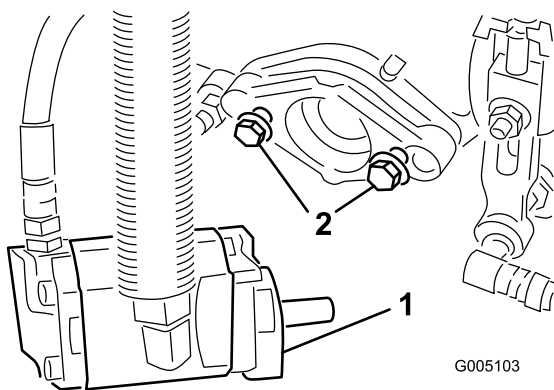

Figure 10
6. Veillez à laisser dépasser environ 13 mm de filetage sur chaque boulon de fixation de moteur d'entraînement de cylindre (Figure 10).
9. Resserrez les boulons de montage (Figure 10).